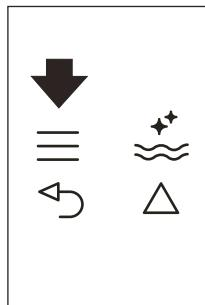
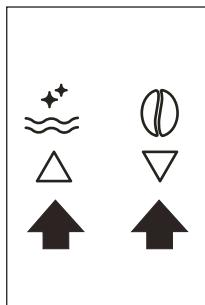

Fig. 22
Fig. 9
- Apăsați pe pictograma (B2) pentru a accesa meniul (Fig. 22). Apăsați pe pictogramele (B7) și (B8) (Fig. 9) până când se afișează mesajul „PROGRAM COFFEE” (PROGRAM CAFEA).